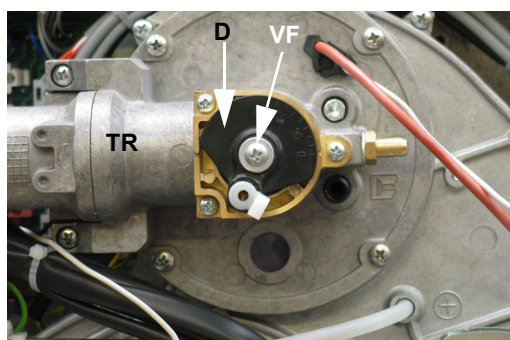
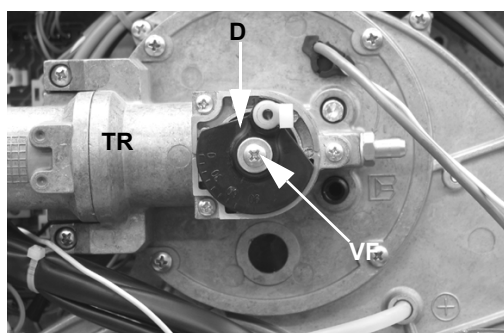

Fig. 13: Posición estándar
Fig. 14: Nueva posición
- 8 (Fig. 14) Apartar la brida junto la cabeza de combustión
- 9 (Fig. 14) Girar el disco **D** que fija la válvula mariposa, procediendo como sigue Fig. 13.
- 10 Aflojar el tornillo **VF** Fig. 14
- 11 Rotar 180° el disco **D** fijando el tornillo **VF** Fig. 14.